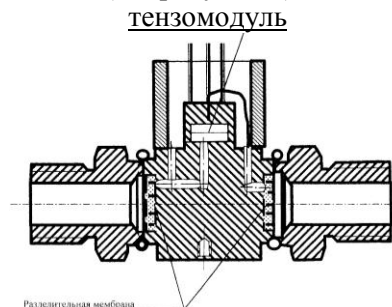

Рисунок 1 - Устройство измерительного модуля
4.3 Первичным измерительным преобразователем является пьезорезистивный кремниевый тензомодуль (пластина монокристаллического кремния с диффундированными тензорезисторами, соединенными по мостовой схеме), действующий в качестве пружинной мембраны, которая разделяет плюсовую и минусовую камеры. Измерительные камеры отделены от среды измерения разделительной мембраной и заполнены специальной жидкостью. Конструкция тензомодуля гарантирует устойчивость измерительного преобразователя от ударных воздействий измеряемым давлением и от перегрузки по давлению (см. рисунок 1).